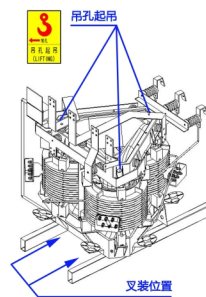

图1
(1)产品无防护外壳时，起吊必须同时使用四个吊孔才能承受产品总重，吊绳与垂线的夹角应 $\leq 30^\circ$ 。吊孔处粘有“吊孔起吊”标志，见图1。